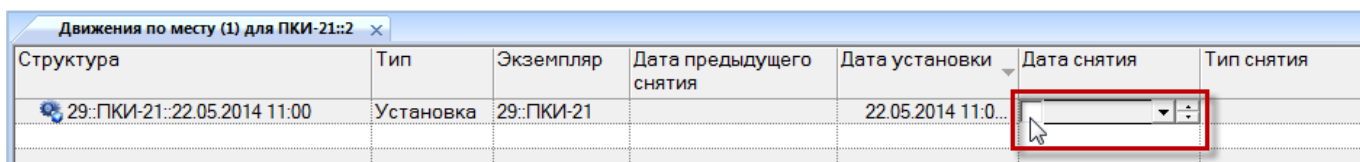

Рис. 23-32 – Навести курсор мыши в начало поля «Дата снятия» для актуального движения
- 4) В открывшемся окне связанных объектов «Движения по месту» выделить актуальное движение экземпляра ПКИ, и навести курсор мыши в начало поля «Дата снятия» (рис. 23-32).